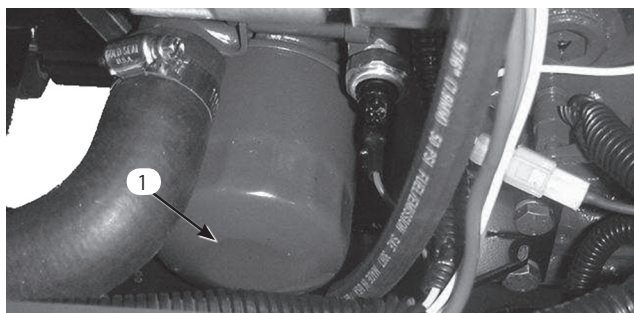

図46
2. フードを開ける。フードを開け、ドレン・プラグ（図46）の下に廃油受けをおく。